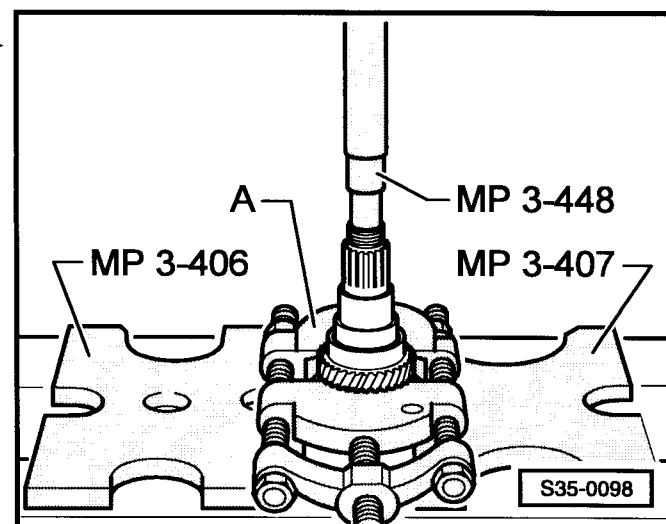

Рис. 5: Нагрев шестерни для 3-ей передачи на температуру ок. 100 °С и запрессовывание ►
- запрессовывание ⇒ рис. 5 в **35-1** страница 4